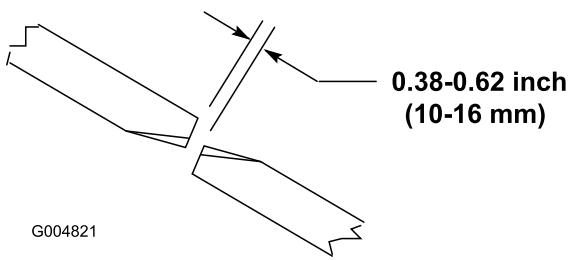

Figura 24
Para garantir o correto funcionamento da plataforma do cortador, tem que haver uma folga de 10 a 16 mm entre as extremidades das lâminas das plataformas do cortador lateral e central (Figura 24).
2. Rode a lâmina central e a lateral adjacente de forma a que as suas extremidades fiquem alinhadas. Meça a distância entre as pontas das lâminas (Figura 24).